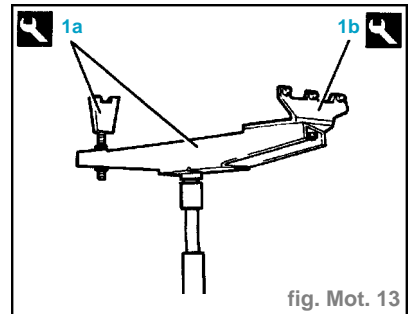

fig. Mot. 13
- Assembler sur un vérin hydraulique les outils (1a) (traverse) et (1b) (support) (fig. Mot. 13).